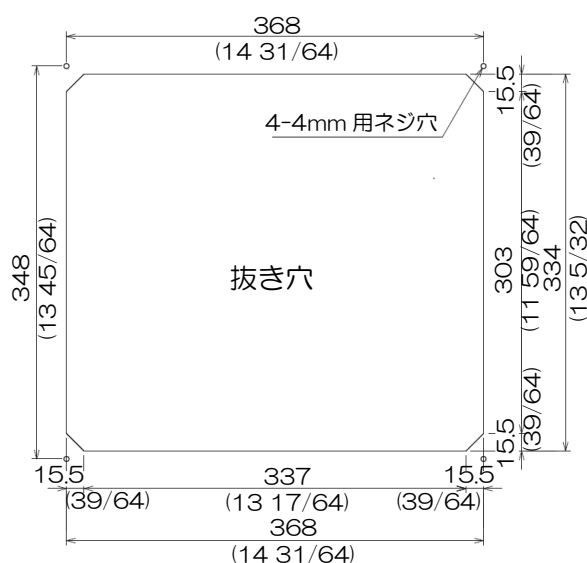

図 1.5 表示機のフラッシュマウント取付穴加工図
- (1) 設置場所に角穴をあけます。(図 1.5 参照)
- (2) 表示機前枠の四隅にあるプラスチック製のコーナーキャップを外します。(上に引き抜くと簡単に外れます)
- (3) 本体と角穴が合うか、ハメ合わせを確認します。不具合があれば角穴を修正します。
- (4) 電源用と送受波器用のコネクタを、それぞれ本体に接続します。
- (5) 表示機を設置する場所(角穴)にはめ込み、4mm のタッピングネジ(または M4 なべ小ネジ) 4 本で固定します。(4mm ネジは取り付け部の厚さに応じたネジを手配してください。)
- (6) (2) 項で外したコーナーキャップを差し込みます。